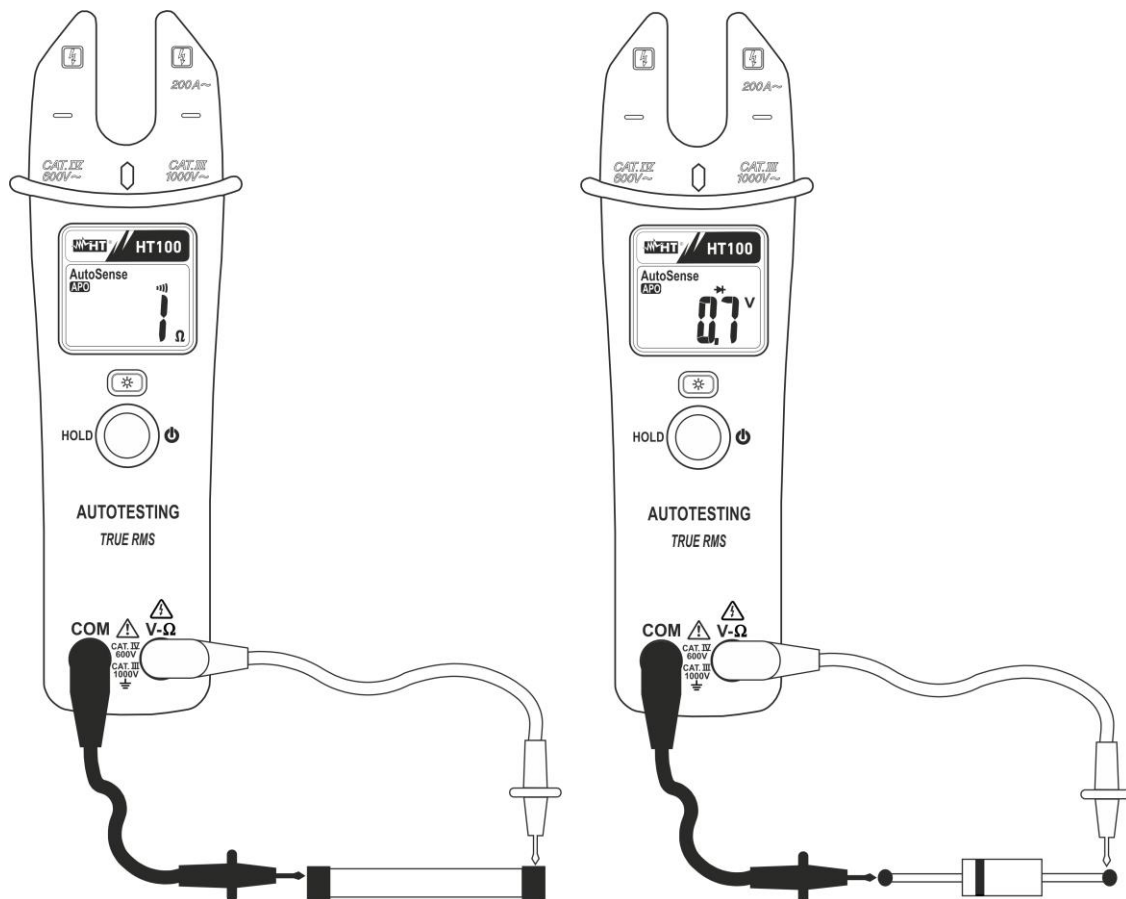

Fig. 6: Uso del instrumento en la prueba de continuidad y prueba de diodos
1. Conecte las dos puntas de prueba en los terminales de la pinza, la roja en el terminal **V-Ω** y la negra en el terminal **COM** y efectuar el test de continuidad an el objeto en prueba (ver Fig. 6 - parte izquierda). El símbolo “•••” es mostrado en el visualizador. El zumbador emite un señal acústica cuando el valor de la resistencia medida es inferior a 25Ω
3. Conecte la punta roja al ánodo del diodo y la punta negra al cátodo (ver Fig. 6 – parte derecha). El símbolo “→|” es mostrado en el visualizador La correspondiente tensión de polarización directa de la unión P-N es mostrada en el visualizador. Cambie la posición de las puntas para medida de tensión de polarización inversa